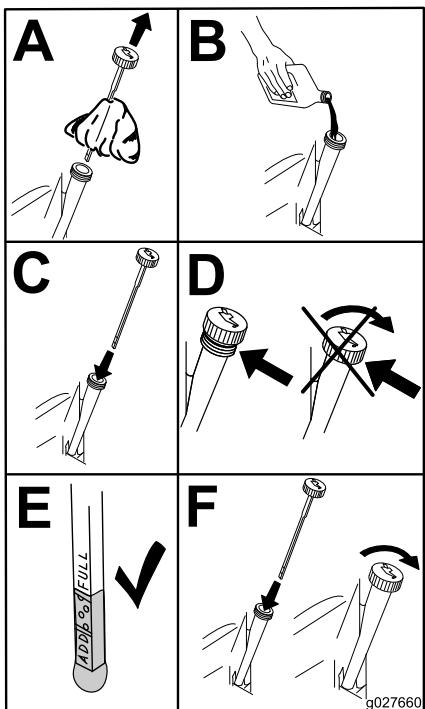

Figure 48
4. Versez lentement environ 80 % de l'huile spécifiée dans le tube de remplissage, puis faites l'appoint lentement jusqu'à ce que le niveau atteigne le repère maximum (**Full**) (Figure 48).